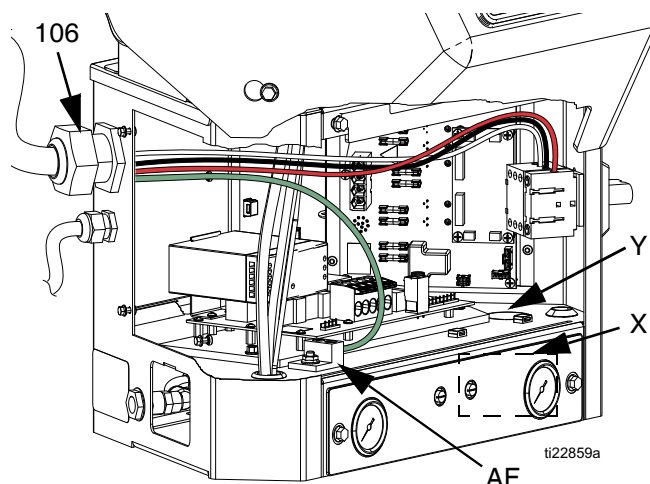

FIG. 13
NOTA: El casquillo de alivio de la tensión instalado (106) admite un cable de alimentación de 18-32 mm (0,708-1,260 pulg.) de diámetro exterior. Consulte la FIG. 13. Si es necesario, utilice una llave para apretar el casquillo de alivio de tensión hasta que quede ajustado en el cable.
4. Introduzca el cable eléctrico por el casquillo de alivio de tensión del armario eléctrico (106). Consulte la FIG. 13.
- a. Instalación alternativa del cable de alimentación: monte una tubería estanca para uso eléctrico desde el acceso (X) a través del agujero (Y), e instale el cable de alimentación en su interior.
6. Conecte el cable de tierra a la conexión a tierra del chasis (AF). Consulte la FIG. 13.